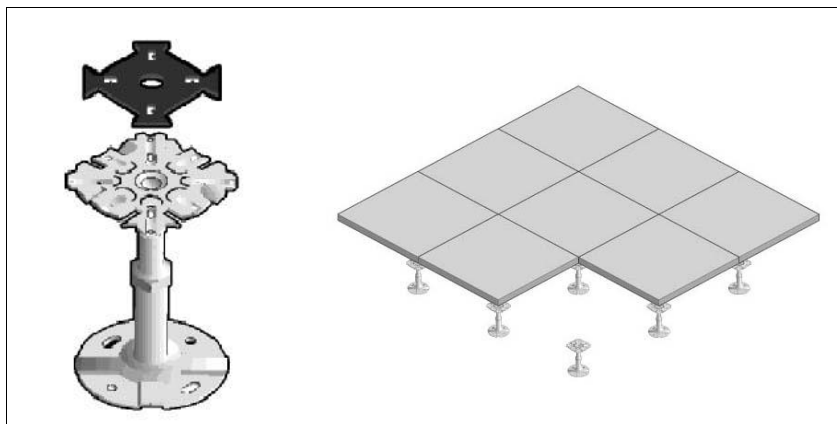

Рис. 10.2. Структура TF3/SA
- ❑ Структура TF3/SA без стрингеров. Существует две ее конфигурации: модификация 01 — для низких (от 40 до 104 мм) полов и модификация 02 — для высоких (от 105 мм и выше) полов. При этом возможно использование панелей из дерева толщиной 38 мм или панелей из дерева, покрытых снизу оцинкованным железом толщиной 28 мм. Допускается использование панелей из минераловолокнистого материала толщиной 30 мм (рис. 10.2).